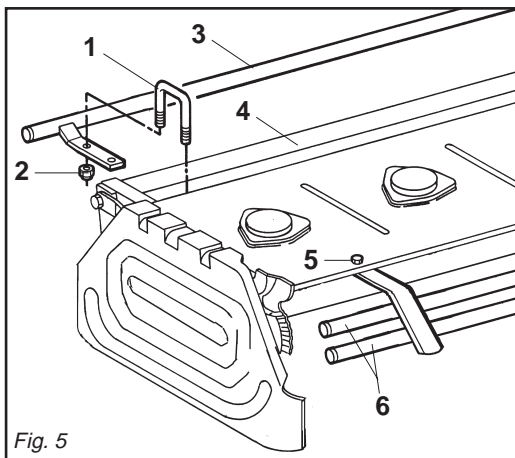

Fig. 5
- Mediante i cavallotti (1 Fig. 5) e i dadi (2 Fig. 5) montare la protezione anteriore (3 Fig. 5) sul tubo (4 Fig. 5), poi montare le protezioni posteriori (6 Fig. 5) mediante i dadi (5 Fig. 5).
- *Using the U-bolts (1 Fig. 5) and nuts (2 Fig. 5), mount the front guards (3 Fig. 5) on the tube (4 Fig. 5) and then mount the rear guards (6 Fig. 5) using the nuts (5 Fig. 5).*
- Mit den Schraubstiften (1 Abb. 5) und den Muttern (2 Abb. 5) den vorderen Schutz (3 Abb. 5) auf das Rohr (4 Abb. 5) montieren. Dann mit den Muttern (5 Abb. 5) die hinteren Schutzteile (6 Abb. 5) montieren.
- *Montez la protection avant (3 Fig. 5) sur le tuyau (4 Fig. 5) au moyen des cavaliers (1 Fig. 5) et des écrous (2 Fig. 5); ensuite montez les protections arrière (6 Fig. 5) au moyen des écrous (5 Fig. 5).*
- Mediante pernos en U (1 Fig. 5) montar la protección anterior (3 Fig. 5) sobre el tubo (4 Fig. 5), luego montar las protecciones posteriores (6 Fig. 5) mediante las tuercas (5 Fig. 5).